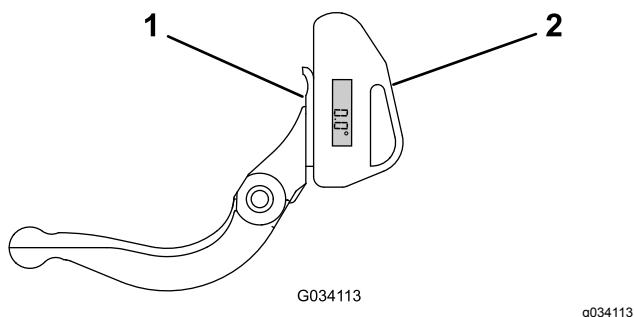

Bild 12
- Positionieren Sie den Neigungsmesser an der Unterseite des Untermessers, wie in Bild 12 abgebildet.